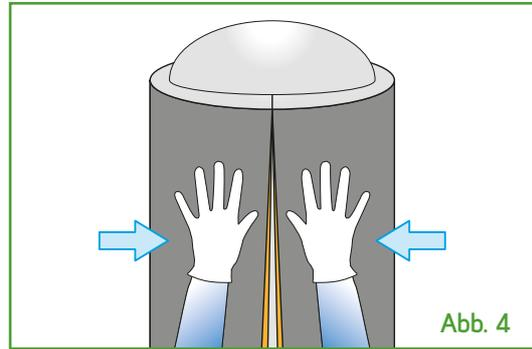

Abb. 4
- Isoliermaterial ohne Klebebeschichtung: Die Klebearbeiten wie im obigen Abschnitt bezüglich der runden Kanäle ausführen. Bei beiden Versionen den Matiblock-Kleber auf die Ränder des Materials auftragen, die zusammengefügt werden sollen. (**Abb. 4**)